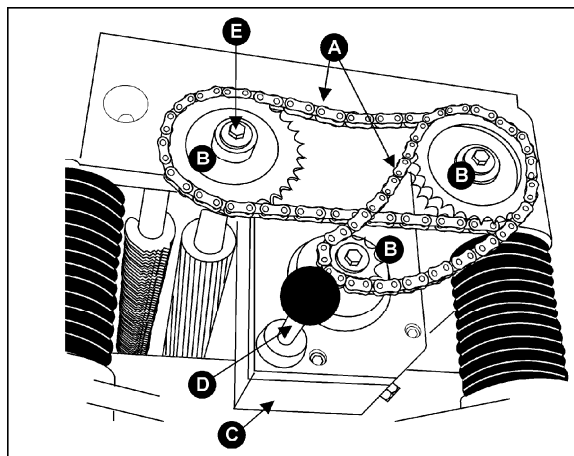
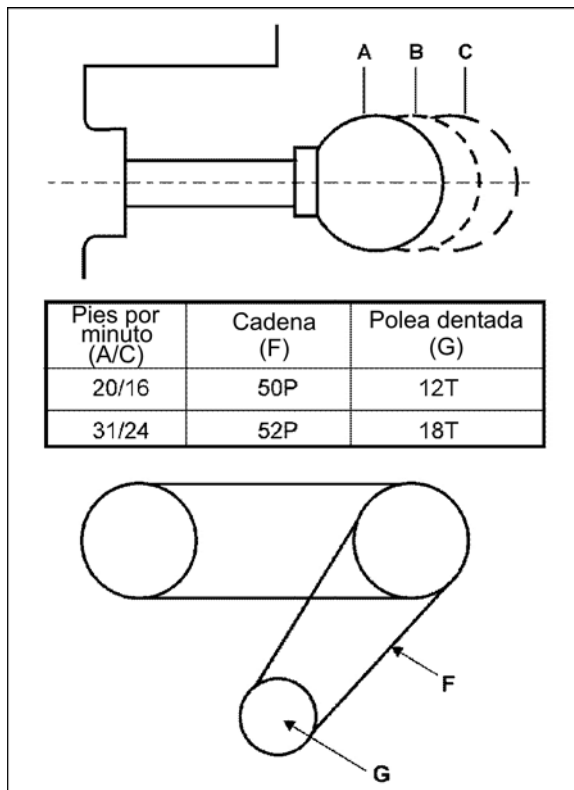

Figura 30
Figura 31
Su máquina está equipada con rodillo de alimentación helicoidal aserrado, y rodillo de salida de acero sólido. Cuando los rodillos de alimentación son acoplados, ellos giran para alimentar el material. Los rodillos alimentadores disminuyen su marcha automáticamente cuando la máquina está sometida a una carga pesada para el mejor cepillado en todas las condiciones de trabajo. Los rodillos de alimentadores son impulsados por cadenas y poleas (B, Figura 30) las cuales son impulsadas a su vez por la cabeza de corte a través de una caja de velocidades inmersa en aceite (C, Figura 30).
La caja de velocidades tiene dos velocidades. Estas son activadas empujando o estirando la palanca de velocidades (D, Figura 30) mientras la máquina está en funcionamiento. La velocidad de alimentación es mostrada en la Figura 31.
Las velocidades más pequeñas de alimentación para su cepilladora (16.2 fpm y 20.7 fpm) fpm: pies por minuto, pueden ser obtenidas sustituyendo la polea dentada inferior (eje de engranaje) y su cadena (Figura 31).
2. Retire los tres tornillos y arandelas (E, Figura 30).
3. Retire las tres poleas dentadas (B, Figura 30) del rodillo de alimentación, rodillo de salida y el eje de engranajes de manera simultánea.
4. Cuando todas las poleas dentadas hayan sido retiradas, sustituya el piñón del eje de engranajes (G, Figura 31) y su cadena (F, Figura 31) con aquellas de un tamaño diferente.
5. Monte las tres poleas y sus cadenas a sus ejes y ajuste los tornillos y arandelas (E, Figura 30).